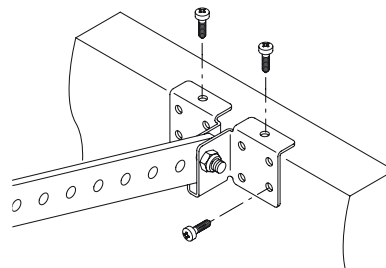

Fig.28
12) Pour obtenir une fixation optimale, nous conseillons d'utiliser tous les trous présents sur l'étrier (10 vis) y compris ceux supérieurs mis en évidence dans la Fig. 28.